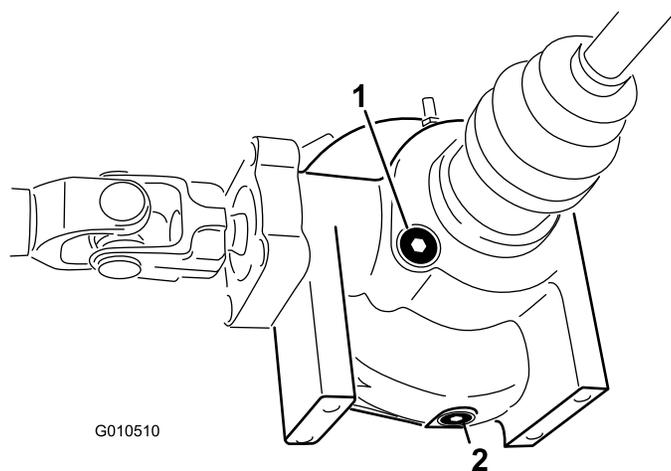

Figura 21
- Limpe a área em torno do bujão de enchimento/controlo na parte lateral do diferencial (Figura 21).